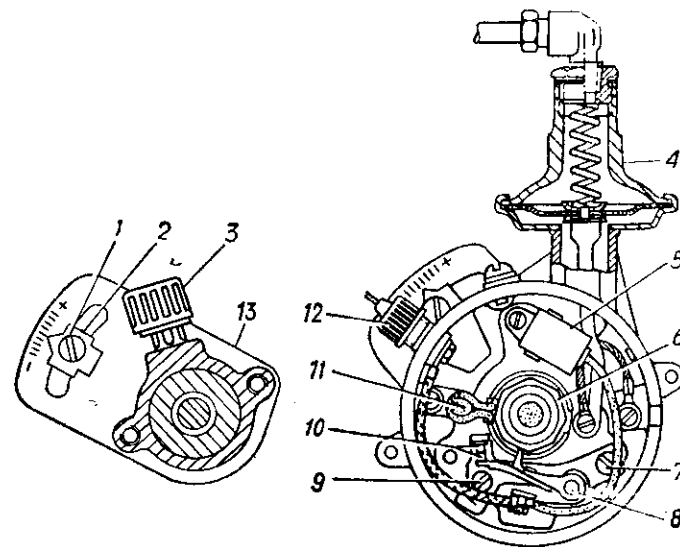

Рис. 87. Распределитель зажигания:
Перед проверкой зазора, вращая коленчатый вал пусковой рукояткой, установите кулачок прерывателя в положение, при котором контакты максимально разомкнуты. Для изменения зазора ослабьте винт 9 (рис. 87), крепящий пластину с неподвижным кон-
- совместите паз установочной пластины 13 (см. рис. 87) с резьбовым отверстием выступа корпуса привода распределителя
Прогрейте двигатель до температуры жидкости в системе охлаждения 85 °С. Двигаясь на прямой передаче по ровной дороге со скоростью не более 25 км/ч, дайте машине разгон до 60 км/ч, резко нажав до отказа на педаль акселератора. Если при этом будет наблюдаться незначительная и кратковременная детонация, исчезающая при скорости 45—50 км/ч, установка момента зажигания сделана правильно. При сильной детонации ослабьте винт 1 (см. рис. 87) крепления установочной пластины к приводу и поверните корпус распределителя по ходу часовой стрелки, уменьшив угол опережения зажигания. При полном отсутствии детонации поверните корпус распределителя против хода часовой стрелки. Следите за тем, чтобы машина не эксплуатировалась в течение длительного времени с заметной детонацией.